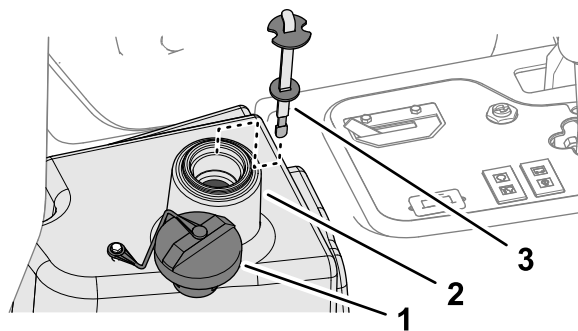

Figura 91
4. Riempite il serbatoio idraulico (Figura 91) con circa 22,7 litri di fluido idraulico; fate riferimento a Specifiche del fluido idraulico \(pagina 63\).